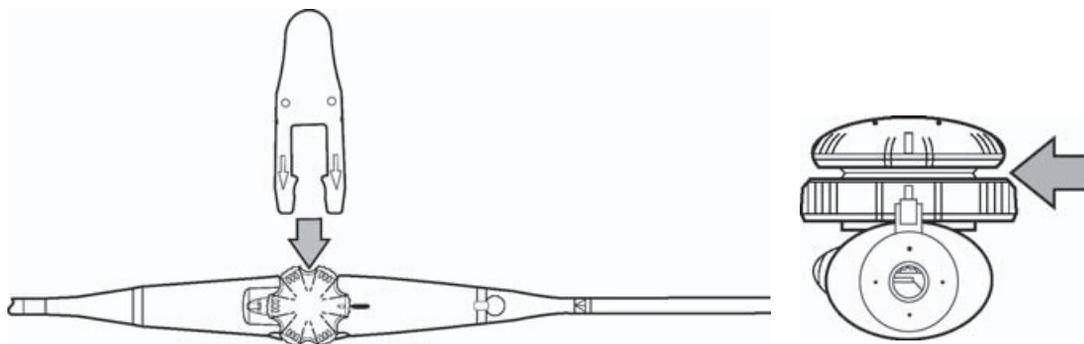

図 5-9 バイトホール検出試験用ツールを取り付ける
- 1 図 5-9 に図示する通り、バイトホール検出試験用ツールをスキャン面操作ダイヤルの下に差し込みます。